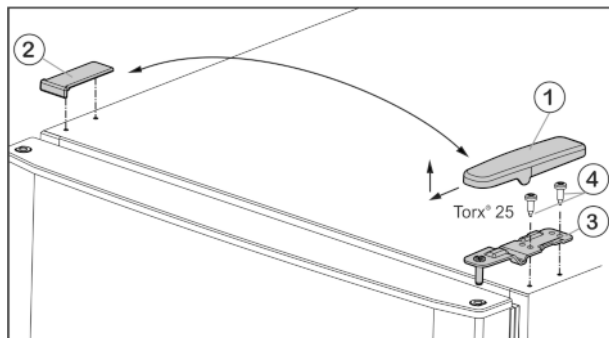

Fig. 5
- ▶ Kryt Fig. 5 (1) stáhněte dopředu a nahoru.
- ▶ Kryt Fig. 5 (2) zvedněte.
- ▶ Horní stojan ložiska Fig. 5 (3) odšroubujte (2 krát Torx® 25) Fig. 5 (4) a stáhněte nahoru.
- ▶ Horní stojan ložiska Fig. 5 (3) vložte na nové straně závěsu do dveří.
- ▶ Horní stojan ložiska **pevně přišroubujte (4 Nm)** (2krát Torx® 25) Fig. 5 (4). Popřípadě použijte akumulátorový šroubovák.
- ▶ Kryt Fig. 5 (1) na opačné straně zvenčí nasad'te a nechte zaklapnout.
- ▶ Kryt Fig. 5 (2) vždy na opačné straně shora nasad'te a nechte zaklapnout.